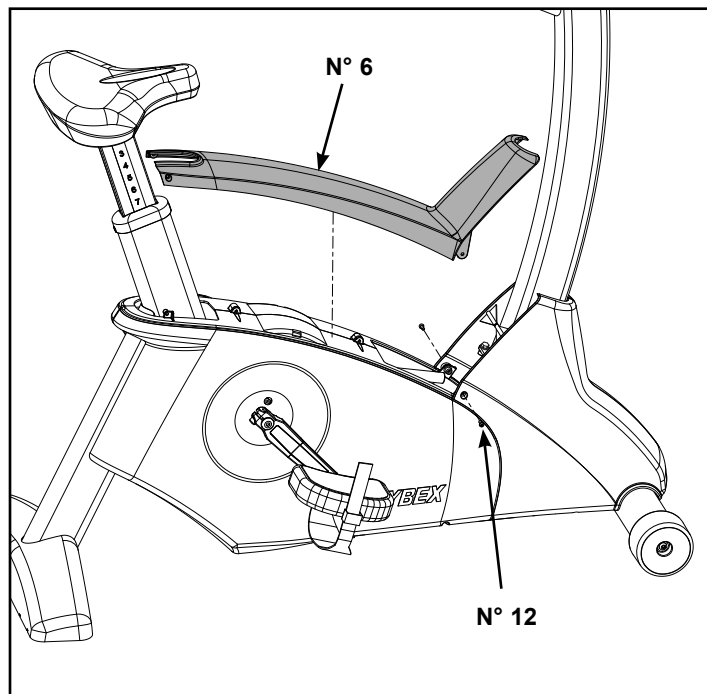

Figure 6
- A. Repérez et placez le couvercle supérieur (n° 6) sur le dessus de l'appareil, tel qu'illustré à la figure 6.
- B. À l'aide d'un tournevis Phillips, fixez l'avant en utilisant les deux vis 8-16 x 0,50 po (n° 12). Reportez-vous à la figure 6.